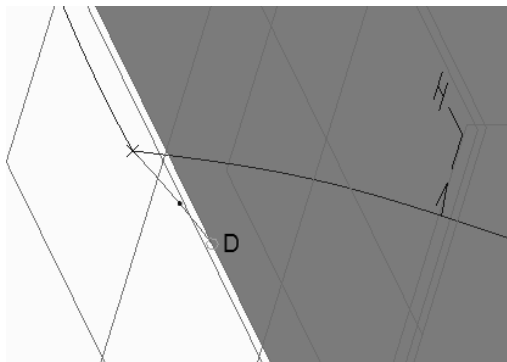

图 7-126 绘制平面曲线 5
- 6) 按住〈Shift〉键并捕捉到平面曲线 3 的下端点, 释放〈Shift〉键后选择一个点作为内部点, 然后按住〈Shift〉键在填充曲面的边界上选择一点 D, 如图 7-126 所示。